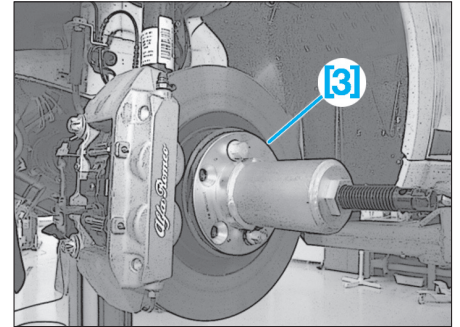

Fig. 5
- [3]. Extracteur (réf : 2000 01 1600) (Fig.5).
- Installer sur l'ensemble disque-moyeu l'outil [3] pour dégager la transmission du pivot (Fig.5).